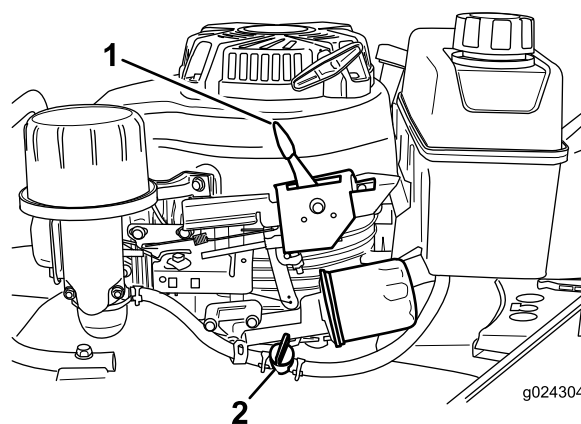

Figura 16
2. Abra a válvula de combustível deslocando a alavanca da válvula de combustível para a direita (Figura 16).
**Nota:** Feche a válvula deslocando a alavanca da válvula de combustível (Figura 16) para a esquerda se não for ligar o motor logo em seguida.